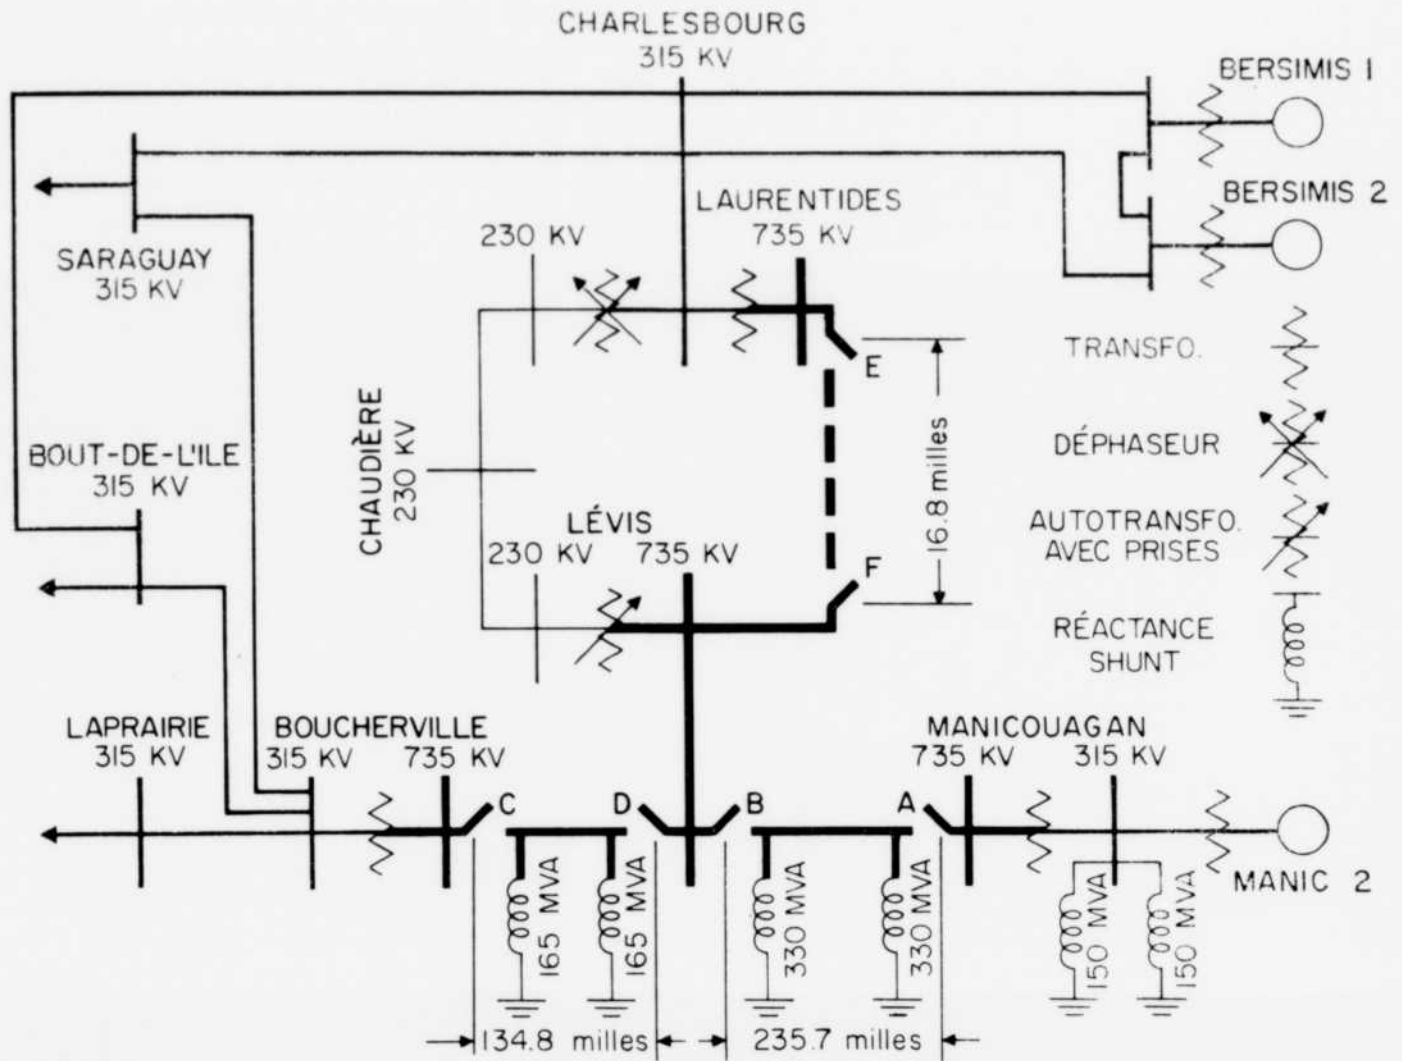

FIGURE 1
Dans sa configuration définitive, le réseau comportera trois lignes 735 KV pour acheminer l'énergie de Manicouagan vers la région de Montréal. Pour le moment, il est constitué d'une seule ligne Manicouagan-Lévis-Boucherville (fig. 1) et d'une ligne d'attache courte entre le poste Lévis et le poste Laurentides.
- 1 — Mise sous tension du tronçon Manicouagan-Lévis (235.7 milles), en fermant au point A, puis synchronisation et couplage au réseau 230 KV, à Lévis, au point B (voir figure 1).